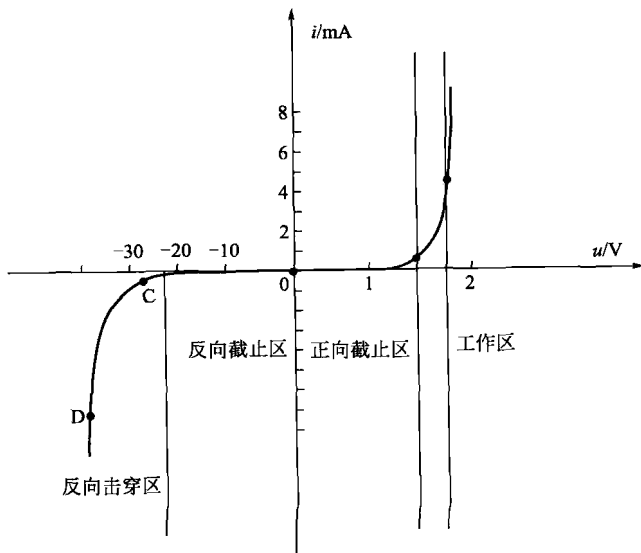

图 1.12 LED 的伏安特性曲线
① LED 电参数 正向工作电流 I_F 、正向工作电压 U_F 、反向电压 U_R 、反向电流 I_R 。
② LED 极限参数 允许功耗 P_m 、正向极限电流 I_{Fm} 、反向极限电压 U_{Rm} 、工作环境温度 t_{opm} 。
③ LED 的伏安特性 LED 的伏安特性曲线如图 1.12 所示。